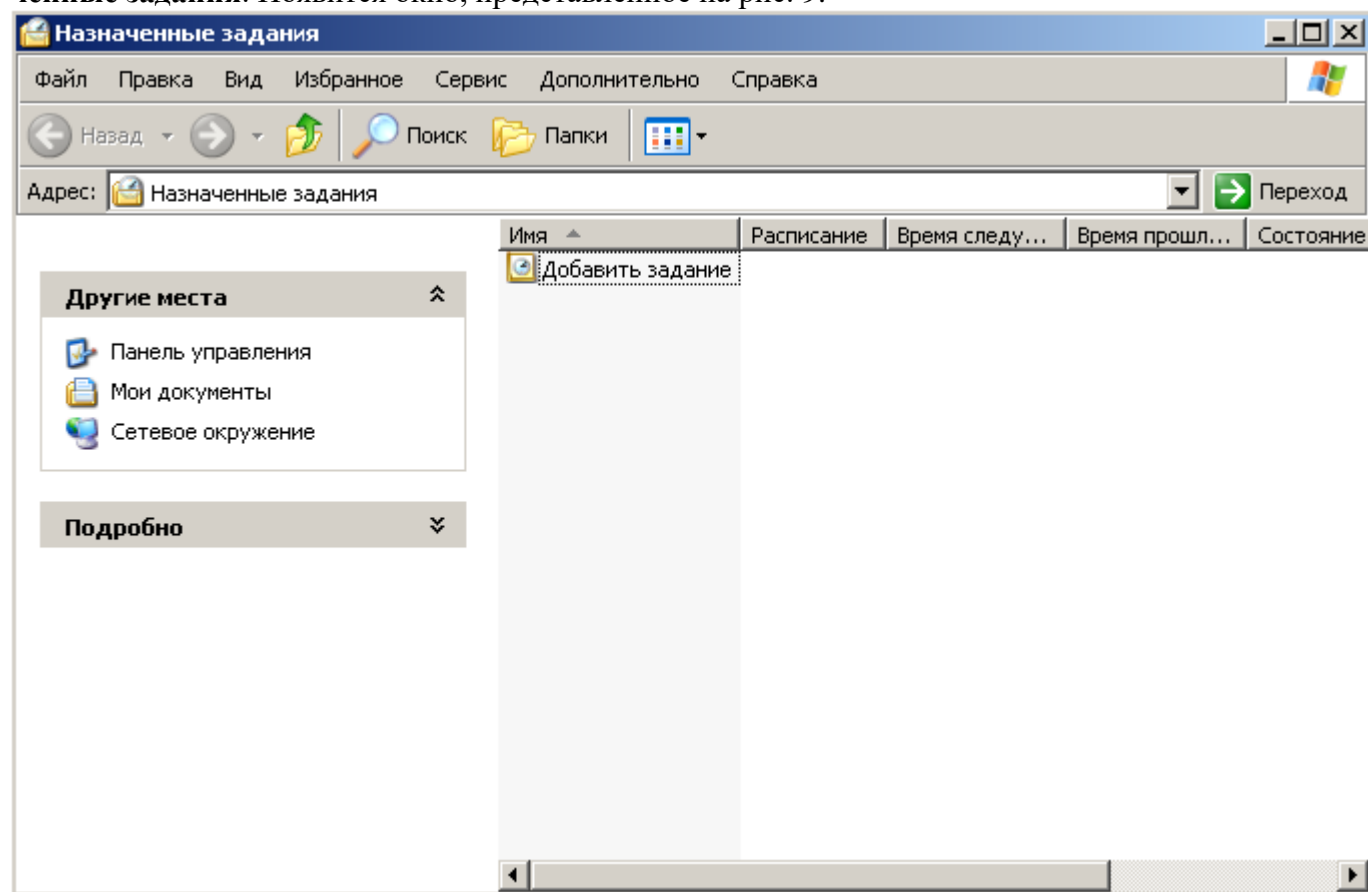

Рис. 9.
1) Необходимо нажать: **Пуск -> Все программы -> Стандартные -> Служебные -> Назначенные задания**. Появится окно, представленное на рис. 9.